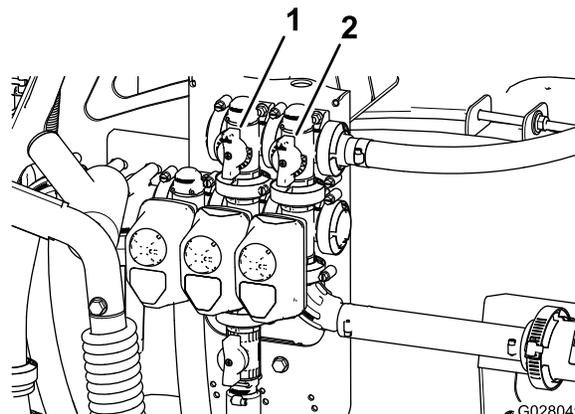

Figura 24
- Ajuste la válvula de desvío de agitación (Figura 24), situada en la parte trasera de la válvula de agitación, hasta que la presión marcada en el manómetro sea de 6,9 bar.
9. Ajuste la palanca de la válvula maestra de desvío para controlar la cantidad de agitación en el depósito (Figura 24).